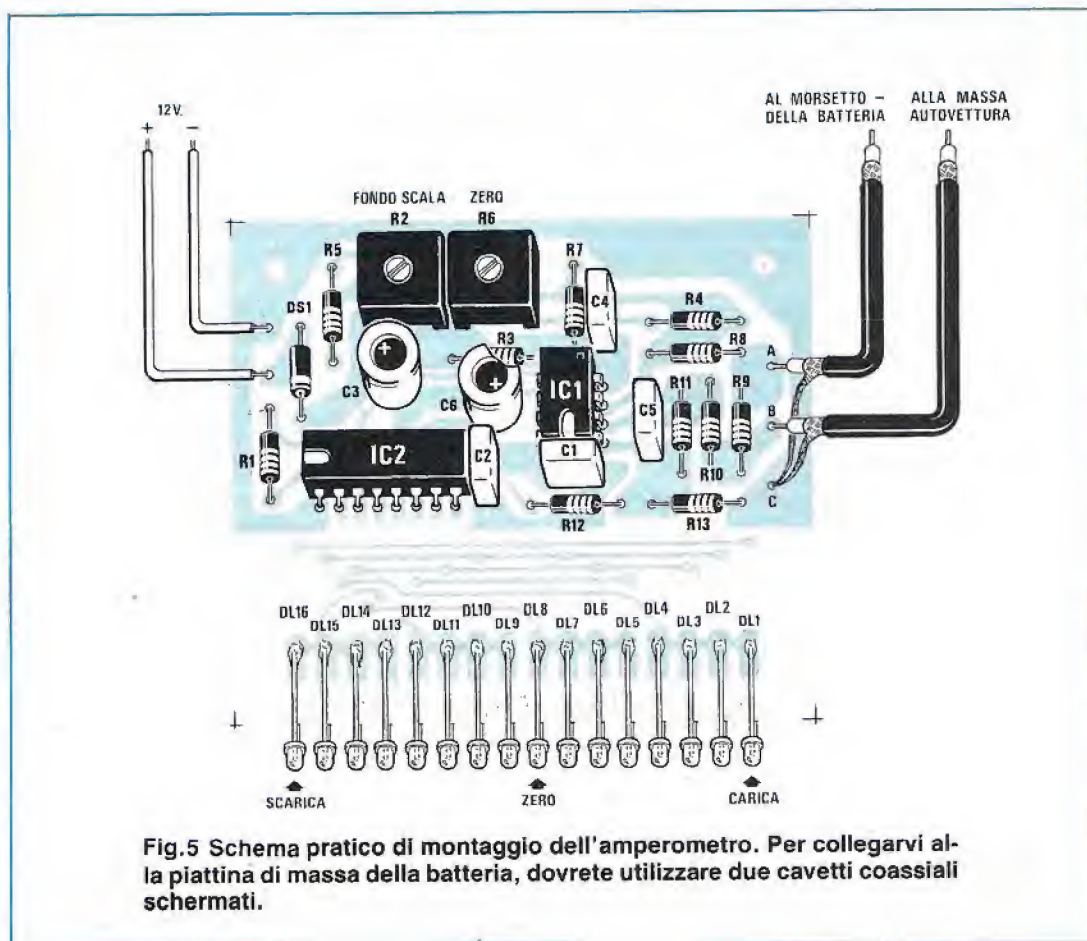

Fig.5 Schema pratico di montaggio dell'ampmetro. Per collegarvi alla piattina di massa della batteria, dovreste utilizzare due cavetti coassiali schermati.
Per completare il montaggio dovreste inserire gli integrati nei due zoccoli, facendo bene attenzione a posizionare la tacca di riferimento, cioè quel piccolo incavo a **U**, come chiaramente visibile nello schema pratico di fig.5.
Tutto il materiale necessario alla realizzazione di questo progetto (vedi fig.5), cioè circuito stampato, integrati, diodi led, più 3 metri di cavo coassiale (escluso mobile) L.18.000
Fatto questo, collegherete alle due boccole di **A** e **K** del tracciacurve (vedi fig.5) il **diodo** di cui vorrete conoscere le caratteristiche e:
Fig.5 Come vedesi in questa figura, il Catodo (K) del diodo andrà collegato alla boccola di sinistra. Se il diodo venisse collegato in senso opposto si otterrebbe una curva rovesciata (vedi fig.8).